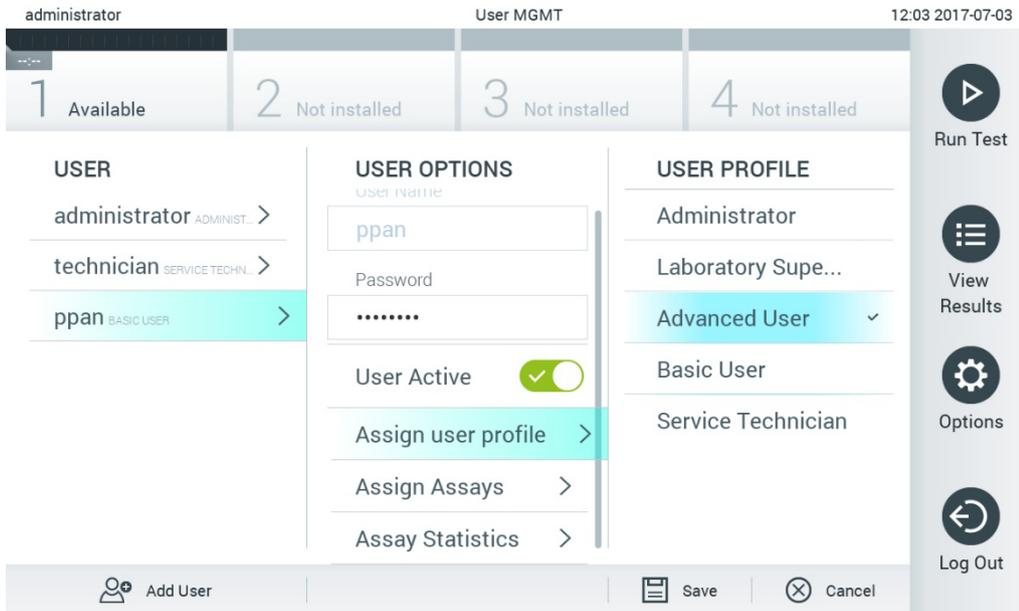

Figura 60. Assegnazione di profili utente agli utenti.
- Assign User Profile (Assegna profilo utente): consente di assegnare un profilo utente diverso per quell'utente (ad esempio, Administrator (Amministratore), Laboratory Supervisor (Supervisore laboratorio), Advanced User (Utente avanzato), Basic User (Utente di base)). Selezionare il profilo utente appropriato dall'elenco a destra dell'area dei contenuti (Figura 60, pagina successiva).